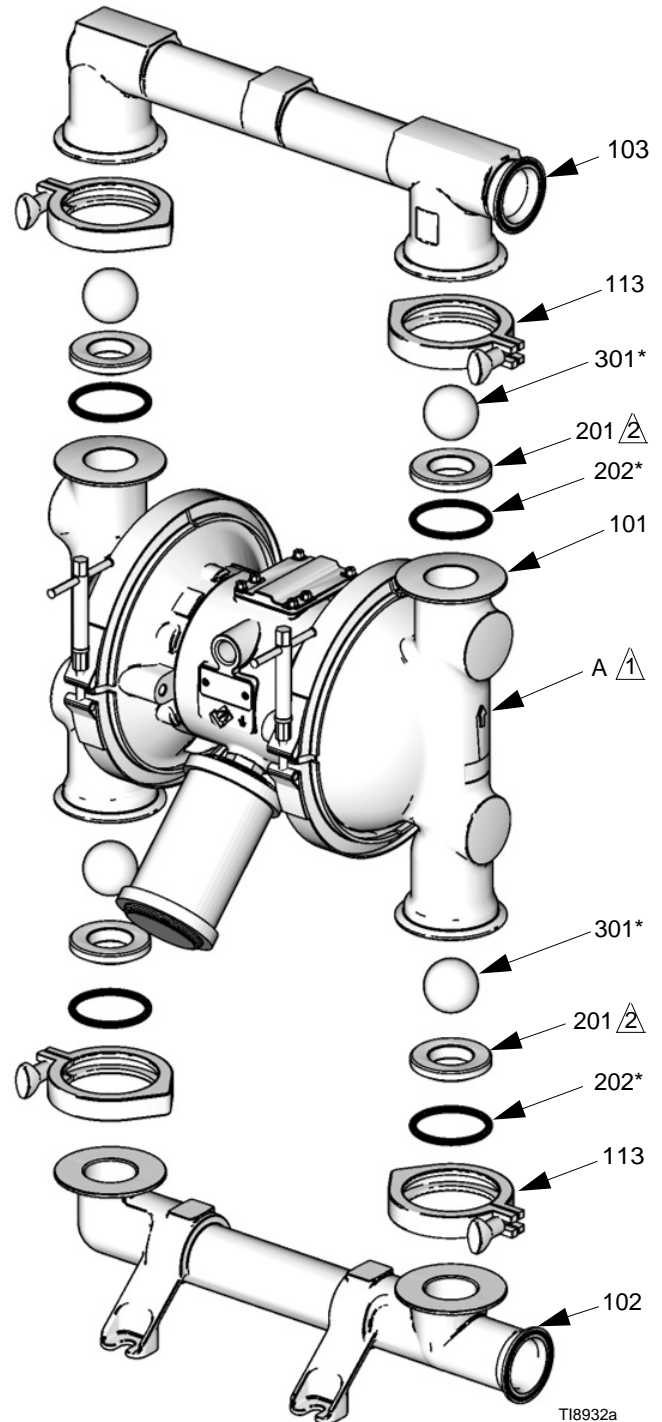

ABB. 9
- Um sicherzustellen, dass die Kugeln (301) richtig sitzen, beim Austausch der Kugeln immer die Sitze (201) überprüfen. Die Sitze nach Bedarf austauschen, wenn die Sitzfläche Anzeichen von Verschleiß aufweist. Außerdem bei Bedarf die O-Ringe (202) austauschen. PTFE-O-Ringe sollten jedes Mal ausgetauscht werden, wenn die Verteiler ausgebaut werden.
3. Die Klammern (106) abnehmen, mit denen der Auslassverteiler (103) an den Materialdeckeln (101) befestigt ist. Siehe ABB. 9.
4. Die O-Ringe (202), Sitze (201) und Kugeln (301) vom Verteiler (103) abnehmen.
5. Die Pumpe umdrehen und den Einlassverteiler (102) herausnehmen. Die O-Ringe (202), Sitze (201) und Kugeln (301) von den Materialdeckeln (101) abnehmen.
2. In umgekehrter Reihenfolge wieder zusammenbauen und dabei alle Hinweise in ABB. 9 befolgen. Darauf achten, dass die Kugelventile und Verteiler **exakt** wie gezeigt montiert werden. Die Pfeile (A) an den Materialdeckeln (101) **müssen** zum Auslassverteiler (103) zeigen.
- 1 Der Pfeil (A) muss zum Auslassverteiler (103) zeigen.
- 2 Die gerundete Sitzfläche muss zur Kugel (301) zeigen. Die Abschrägung außen am Sitz muss zum O-Ring zeigen.